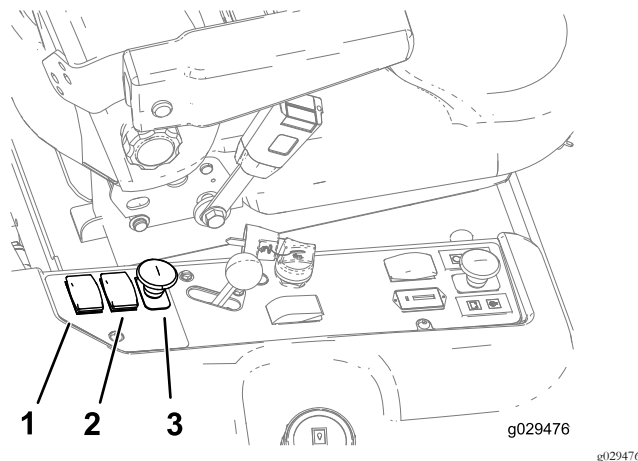

Figura 15
6. Empurre o interruptor de elevação para elevar a tremonha (Figura 15).
7. Empurre o interruptor da porta para abrir a porta da tremonha (Figura 15).